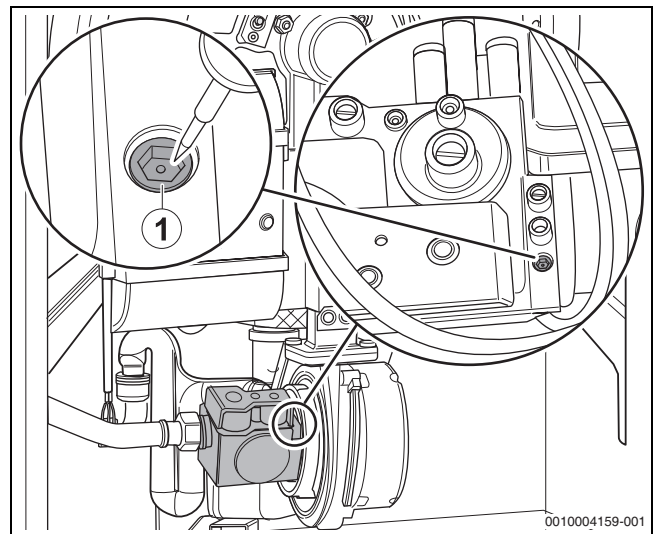

Bild 26 CO₂-Einstellung bei Volllast vornehmen
- Bei CO₂-Werten < 8,5 % oder > 9,6 % die Einstellung an der Volllast-Einstellschraube korrigieren (→ Bild 26 und Tabelle 8).
- ▶ Bei CO₂-Werten unter 9,8 % oder über 10,8 % die Einstellung an der Vollast-Einstellschraube korrigieren (→Bild 26, Seite 20 und Tabelle 9).